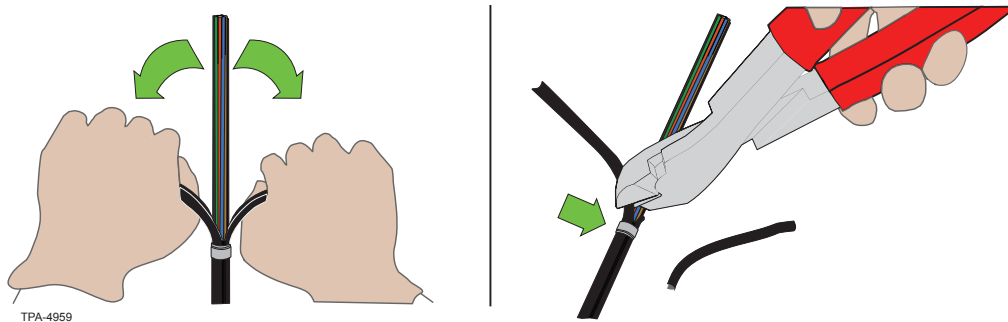

Abbildung 5
Schritt 4: Kabelmantel durch Ziehen an beiden Seiten bis zur Bandmarkierung weiter abziehen und mit einem Seitenschneider oder einer kleinen Schere entfernen (Abbildung 5).